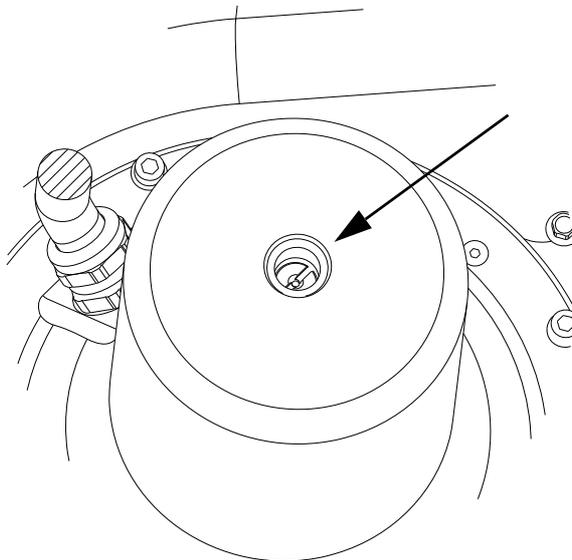

Fig. 32 Partie supérieure de l'arbre du moteur
- La partie supérieure de l'arbre du moteur est maintenant visible. Voir fig. 32. Vérifier que le rotor et la roue peuvent tourner librement en faisant tourner l'arbre à l'aide d'un grand tournevis.